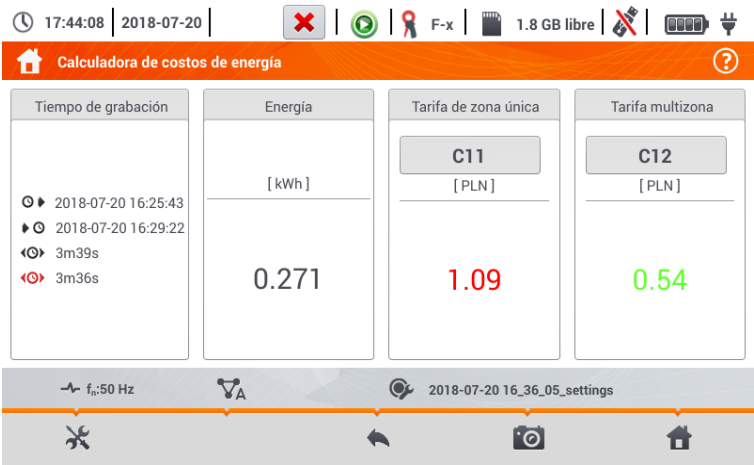

Fig. 6.28. Pantalla de resultados de las tarifas de energía
Cuando los parámetros registrados por el registrador incluyen la energía activa E_p , es posible calcular los costes de energía según las tarifas establecidas por el usuario. Para pasar a la pantalla de tarifas, en la barra de menú en la pantalla de resumen de registro (**sección 6.7** paso ③) hay que seleccionar el icono . Se mostrará la pantalla del coste de energía como en la **Fig. 6.28**. Las siguientes secciones presentan: